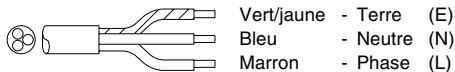

fig. 2
- (fig. 2) 220V-240V 1 phase/neutre avec fiche.
- (fig. 2) 220V-240V 1 phase/neutre avec câble à 3 fils.
N.B. Au cas où la fiche livrée (cas de la fig. 2)
Le câble à 3 fils (fig. 2) correspond au code suivant :